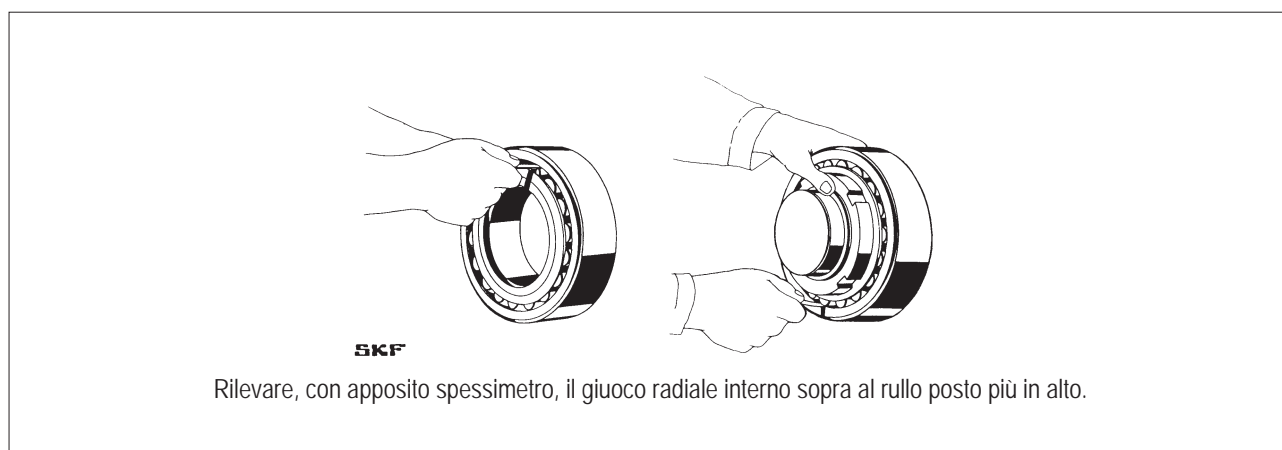

FIG. 19 (Verifica corretto montaggio)
**5.6.2- Montaggio del ventilatore con trasmissione indiretta con supporti staccati (SNL 515 - 516 - 517...) (FIG. 19/TAB. 10 e FIG. 20/TAB. 11)**
- 8) Togliere i due gusci superiori dei supporti e fissare i cuscinetti all'albero motore elettrico tirando la ghiera. Per verificare il corretto montaggio controllare, con appositi spessimetri (es. SKF) (**FIG. 19**), che il giuoco residuo sia in tolleranza come da **TAB. 10**;